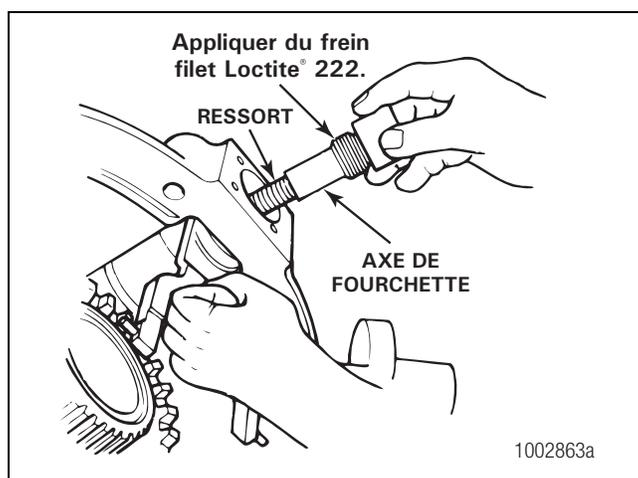

Figure 6.10
- Maintenir la fourchette d'embrayage. Insérer le ressort d'axe de fourchette dans l'ouverture d'axe de fourchette de la tête de pont et dans l'alésage de la fourchette d'embrayage et le ressort d'axe de fourchette. Figure 6.10.